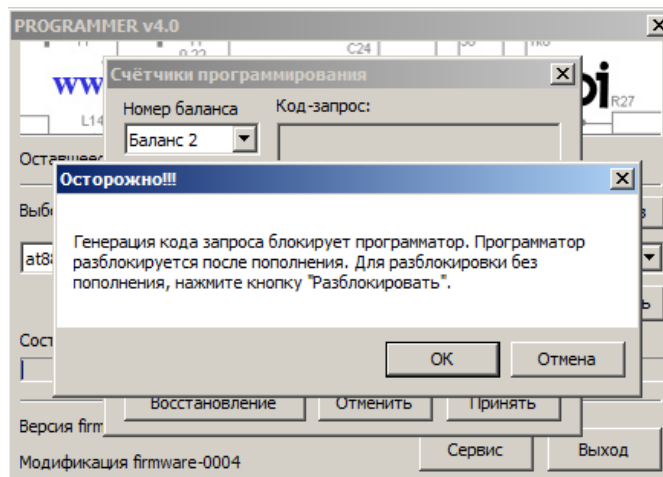

Рис. 2
2. После Выбора баланса нажмите на кнопку «Генерировать», появится предупреждение (рис. 2). Если Вы случайно нажали «Генерировать» нажмите «Отмена», если нет «ОК» (Настоятельно рекомендуется дождаться кода-ответа от Дилера, код-ответ разблокирует программатор!!!). Принудительная разблокировка может привести к ситуации, когда Вы отправили дилеру неверный код запрос, Дилер дал код-ответ, программатор его не принял. При принудительной разблокировке код запрос может измениться и Мы не сможем понять где Вы ошиблись.